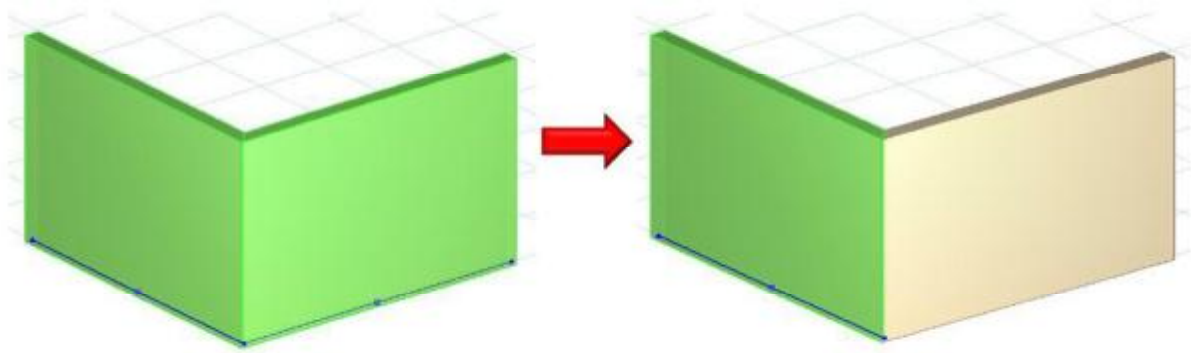

Рис. 3.37. Разделение стены на сегменты
-**Разделить на сегменты** (рис. 3.37).